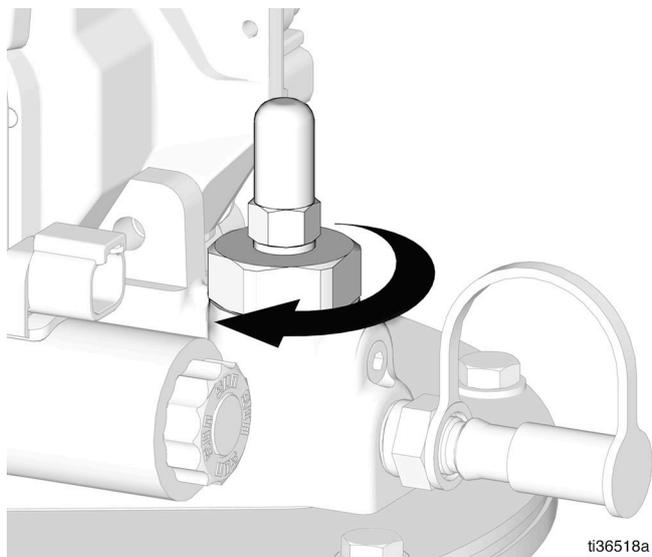

Рис. 7
- Затяните крепление картриджа защиты от переполнения Compact Dyna-Star (момент затяжки: 61–74,5 Н•м / 45–55 фут.-фунт.) (Рис. 7).